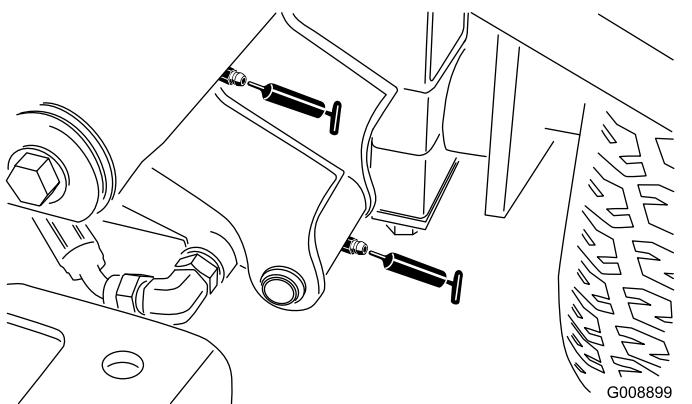

Figura 36
- 2 articulações dos braços de elevação dianteiros esquerdos e cilindro de elevação (Figura 36)